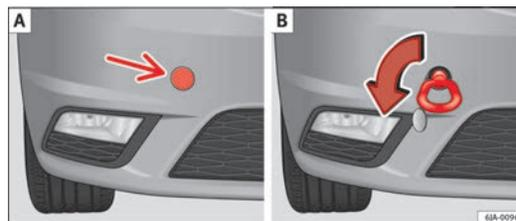

Fig. 138 Paraurti anteriore: copertura/montaggio dell'occhio di traino
- Fare pressione sulla zona sinistra della copertura nel punto indicato dalla freccia ⇒ fig. 138 - A.
- Avvitare a mano l'occhio di traino girandolo verso sinistra fino al fermo ⇒ fig. 138 - [B].